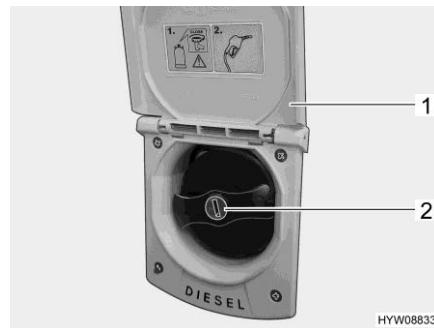

Fig. 39 Bocchettone di riempimento per il rifornimento di carburante
- Alzare lo sportello (Fig. 39,1) verso l'alto.
- Inserire la chiave nel cilindro della serratura (Fig. 39,2) e ruotare in senso antiorario.